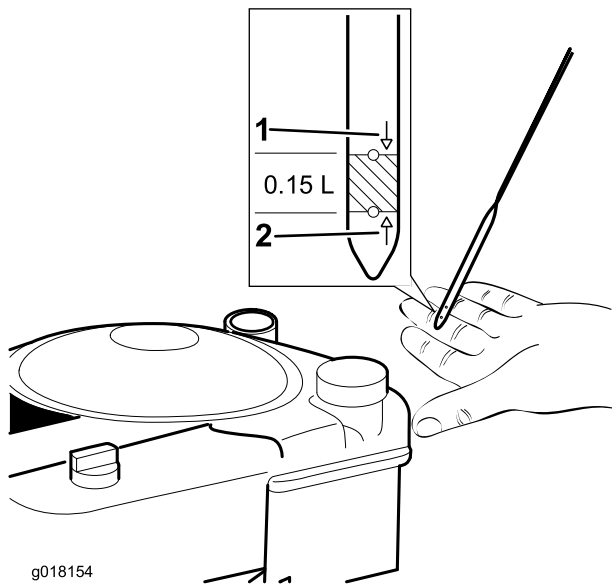

Figura 6
- Togliete l'asta di livello (Figura 6).
2. Versate **lentamente** dell'olio nel tubo di riempimento, attendete 3 minuti poi controllatene il livello con l'apposita asta: pulite l'asta e inseritela completamente nel tubo (Figura 6)
3. Riempite il motore con olio fino a raggiungere il livello dell'olio motore corretto sull'asta di livello, come illustrato nella Figura 6.